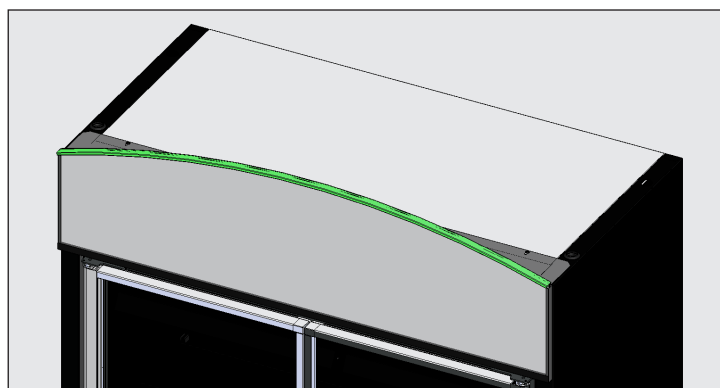

Figure 5. Posez l'ensemble d'affiche.
6. Serrez la visserie de la patte support. Voir Fig. 5.